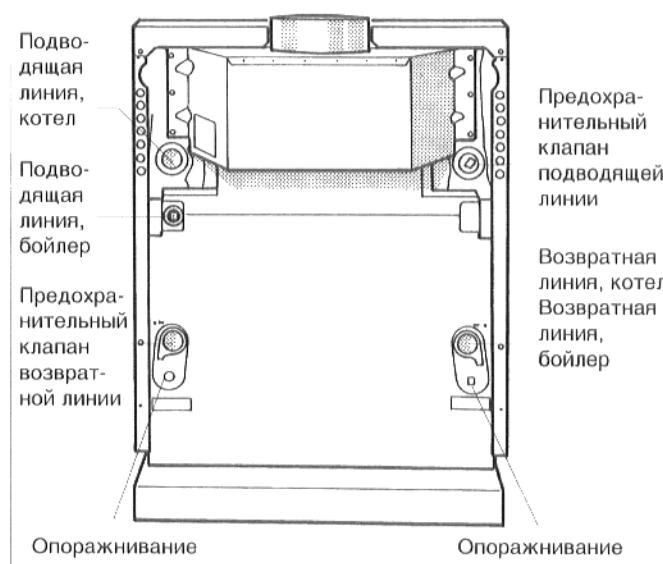

Рис. 3: Присоединения воды
- Подключить котел к трубопроводной сети отопительной установки. В целях обеспечения работоспособности котла, каждое подключение необходимо производить только у предусмотренных для этого точек (рис. 3). Соединительные трубопроводы должны быть подключены к котлу без натяжения.
Если котел не подключается к бойлеру-водонагревателю, то подводящую линию бойлера у установки (рис. 3) необходимо закрыть.